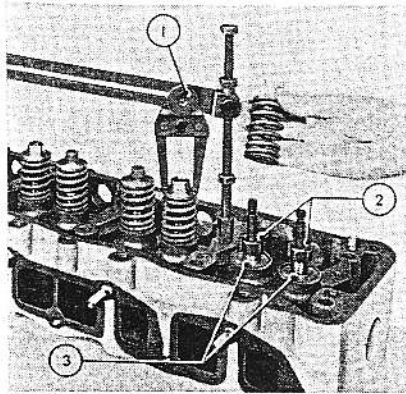

Fig. 47
1. Maak hiervoor gebruik van een klepveertang als getoond in afb. 47. Druk de veren samen en verwijder de klepspietjes en klepsteelhoedjes. fig 48.